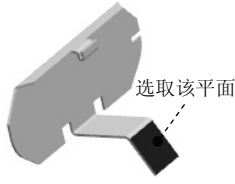
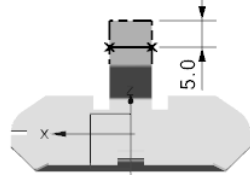

图 4.8.25 选取草图平面
图 4.8.26 折弯线
Step4. 创建图 4.8.24 所示的“折弯”特征 2。选择下拉菜单 **插入(S)** → **折弯(B)** → **折弯(B)...** 命令, 系统弹出“折弯”对话框; 单击 **草图** 按钮, 系统弹出“创建草图”对话框, 选取图 4.8.25 所示的平面为草图平面, 绘制图 4.8.26 所示的折弯线, 完成后退出草图环境; 在“折弯”对话框 **折弯属性** 区域下的 **角度** 文本框中输入折弯角度值 100; 在 **折弯参数** 区域中单击 **折弯半径** 文本框右侧的 **设置** 按钮, 在弹出的菜单中选择 **使用本地值** 选项, 然后在 **折弯半径** 文本框中输入折弯半径值 0.5; 在 **内嵌** 下拉列表中选择 **折弯中心线轮廓** 选项; 单击“反侧”按钮 **反侧**, 反转折弯侧; 单击 **确定** 按钮, 完成特征的创建。